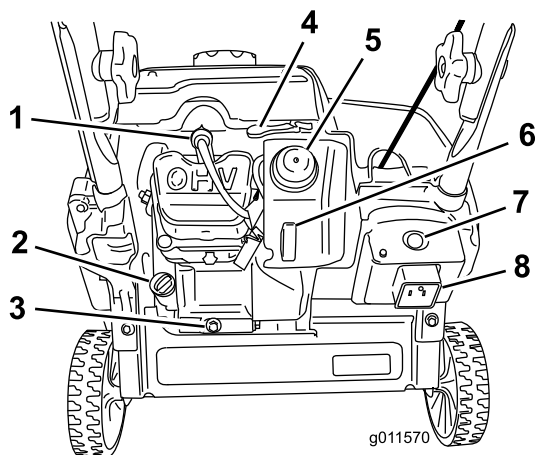

Рисунок 11
2. Очистите поверхность вокруг крышки маслозаливной горловины (Рисунок 11).
3. Очистите поверхность вокруг крышки маслозаливной горловины (Рисунок 11).